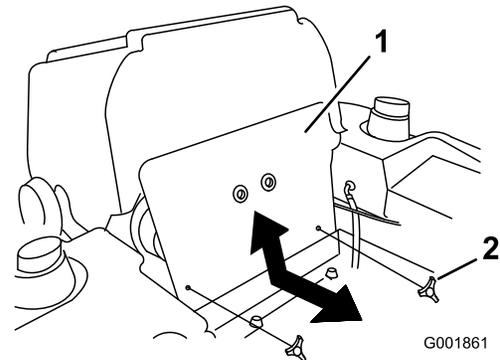

Figure 71
3. Basculez le siège en avant et déposez le panneau avant du moteur (Figure 71).
7. Posez le panneau avant du moteur (Figure 71).